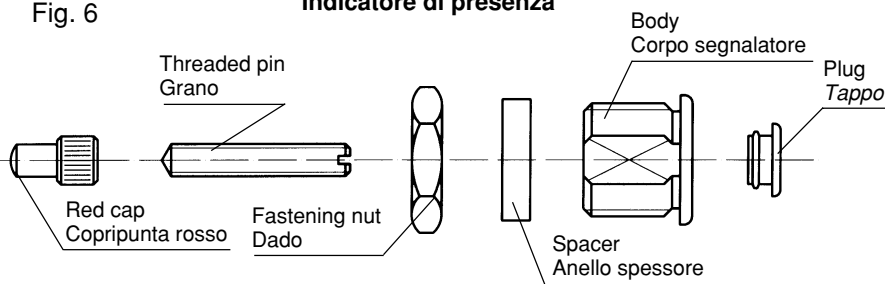

Fig. 7
- Drill hole on handle plate as shown on fig. 7.
- Eseguire sulla placca esterna, nei casi in cui non sia già previsto, un foro per il fissaggio dell'indicatore di presenza come in fig. 7.